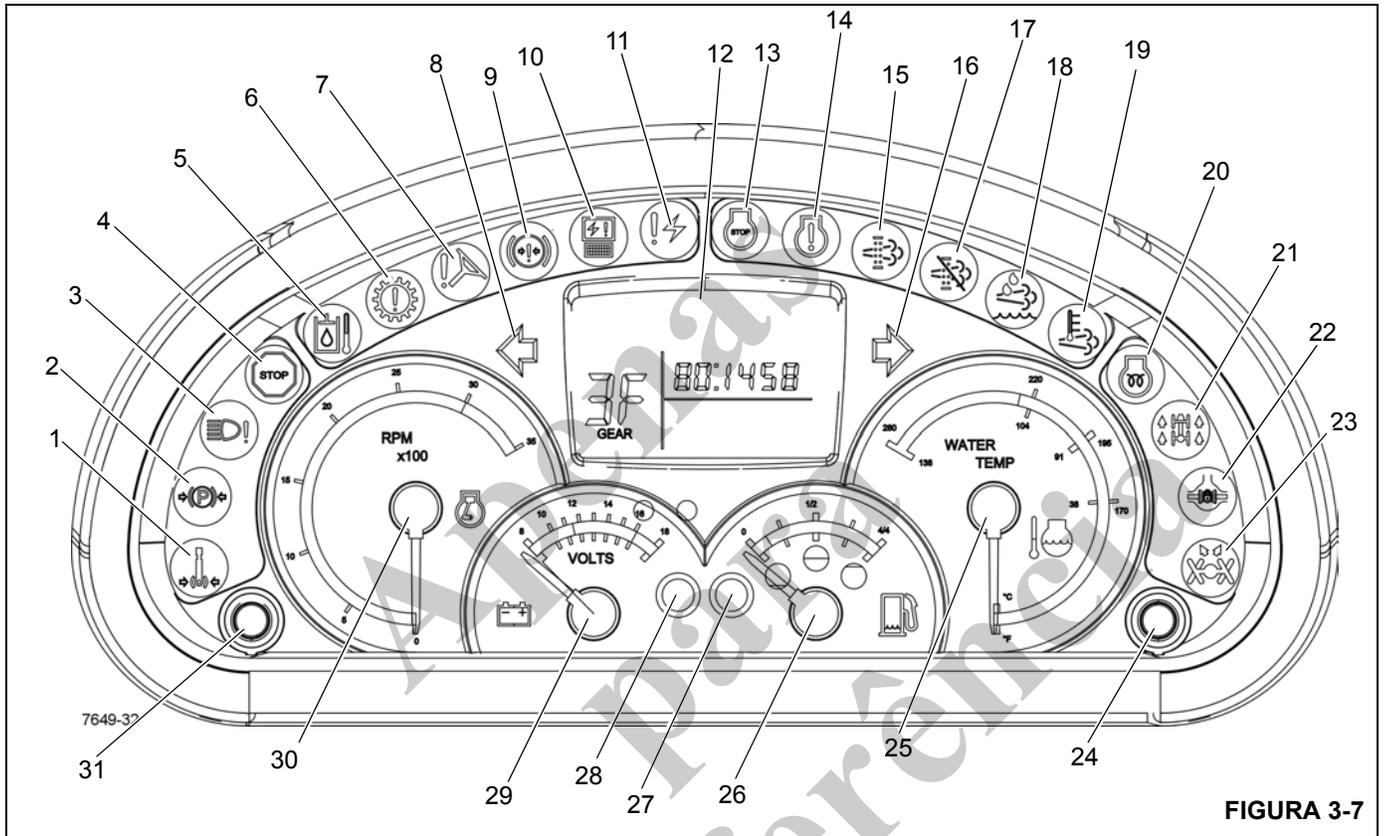

FIGURA 3-7
Números dos itens da Figura 3-7
O indicador do freio de giro acionado (1) (Figura 3-7) localiza-se no mostrador de indicadores da coluna de direção. Ele acende em vermelho quando o freio de giro do motor de giro da plataforma rotativa estiver acionado impedindo a rotação da superestrutura do guindaste.
O indicador do freio de estacionamento acionado (2) (Figura 3-7) localiza-se no mostrador de indicadores da coluna de direção. Ele acende em cor vermelha quando o freio de estacionamento for acionado.
O indicador de defeito nos faróis (3) (Figura 3-7) localiza-se no mostrador de indicadores da coluna de direção. Ele acende em âmbar quando os faróis dianteiros do guindaste estiverem defeituosos.
O indicador de parada de emergência (4) (Figura 3-7) localiza-se no mostrador de indicadores da coluna de direção. Ele acende em vermelho quando a chave de parada de emergência for pressionada (consulte *Chave de parada de emergência*, página 3-18) e uma campainha de aviso é acionada.
O indicador de temperatura do óleo hidráulico alta (5) (Figura 3-7) localiza-se no mostrador de indicadores da coluna de direção. Ele acende em vermelho quando a temperatura do óleo hidráulico ultrapassar 200°F (93°C); uma campainha de atenção também é acionada. Quando este indicador acender, apoie a carga o mais rápido possível, desligue o motor e tente identificar a causa da alta temperatura do óleo hidráulico.
O indicador de atenção da transmissão (6) (Figura 3-7) localiza-se no mostrador de indicadores da coluna de direção. Ele acende em vermelho quando a temperatura do óleo da transmissão estiver alta. Uma campainha de atenção também soará.
O indicador de baixa pressão da direção (7) (Figura 3-7) localiza-se no mostrador de indicadores da coluna de direção. Ele se ilumina com a cor vermelha quando a pressão hidráulica está baixa. Uma campainha de atenção também soará.
O indicador da sinaleira direcional esquerda (8) (Figura 3-7) localiza-se no mostrador de indicadores da coluna de direção. É uma luz em forma de seta verde que pisca quando a alavanca da sinaleira direcional é empurrada para baixo ou a chave das luzes de PERIGO é posicionado em ON (Ligada).
O indicador de pressão do freio baixa (9) (Figura 3-7) localiza-se no mostrador de indicadores da coluna de direção. Ele acende em vermelho quando a pressão na válvula de carga do acumulador duplo cai abaixo dos requisitos normais de operação. Uma campainha de atenção também soará.
O indicador do módulo eletrônico (10) (Figura 3-7) localiza-se no mostrador de indicadores da coluna de direção. Se qualquer dos módulos eletrônicos estiver off-line e sem comunicação com o sistema, o indicador acende em vermelho.
O indicador de diagnóstico do sistema eletrônico (11) (Figura 3-7) localiza-se no mostrador de indicadores da coluna de direção. O indicador é uma luz vermelha usada para detecção e resolução de problemas no sistema CANBUS.
O mostrador de LCD (12) (Figura 3-7) localiza-se no mostrador de indicadores da coluna de direção. O mostrador indica a marcha em uso, códigos de falha e a versão do software principal.
O indicador de parada do motor (13) (Figura 3-7) localiza-se no mostrador de indicadores da coluna de direção. Ele acende em vermelho quando um sinal é enviado do ECM do motor. Além disso, uma campainha de atenção também soará.
O indicador de atenção do motor (14) (Figura 3-7) localiza-se no mostrador de indicadores da coluna de direção. Ele acende em âmbar quando um sinal é enviado do ECM do motor.
O indicador do DPF (Filtro de particulado do motor) (15) (Figura 3-7) localiza-se no mostrador de indicadores da coluna de direção. Este indicador acende em âmbar quando o filtro de particulado do motor encher de fuligem e necessitar de limpeza.
O indicador da sinaleira direcional direita (16) (Figura 3-7) localiza-se no mostrador de indicadores da coluna de direção. É uma luz verde em forma de seta que pisca quando a alavanca da sinaleira direcional é empurrada para baixo ou a chave da luz de perigo é ligada.
O indicador de inibição da regeneração (17) (Figura 3-7) localiza-se no mostrador de indicadores da coluna de direção. Quando a chave de regeneração (9) (Figura 3-4) estiver na posição de inibição da regeneração, o indicador âmbar acende e a regeneração ativa e manual é impedida.
O indicador do DEF (Fluido do escape de diesel) (18) (Figura 3-7) localiza-se no mostrador de indicadores da coluna de direção. O indicador possui quatro estágios diferentes que são acionados pelo sensor do nível de fluido no tanque do DEF.
O indicador de HEST (Temperatura do sistema de escape alta) (19) (Figura 3-7) localiza-se no mostrador de indicadores da coluna de direção.